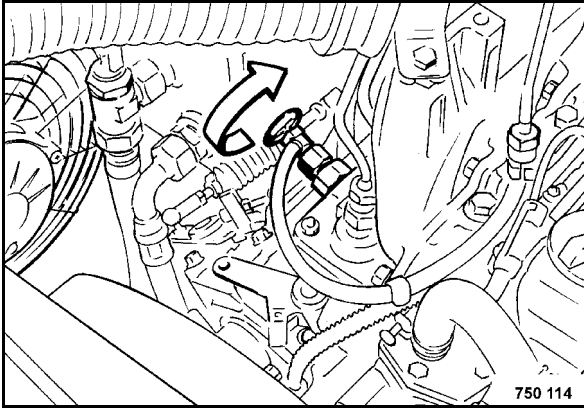

Fig. 123
- Aprire la vite di sfogo (Fig. 123) all'estremità superiore della pompa d'iniezione.